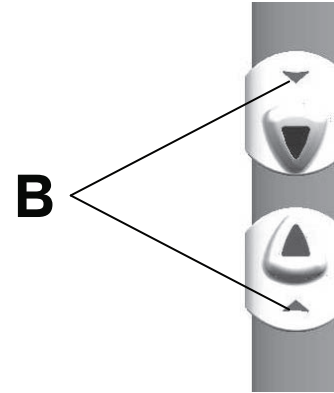

Figure 8 – Indicateurs d'ouverture/fermeture
Remarque - Les indicateurs d'ouverture/fermeture (B) sont jaunes quand la porte est déverrouillée (Figure 8).
Remarque - Les indicateurs d'ouverture/fermeture (B) sont verts quand la porte est verrouillée en position fermée (Figure 8).